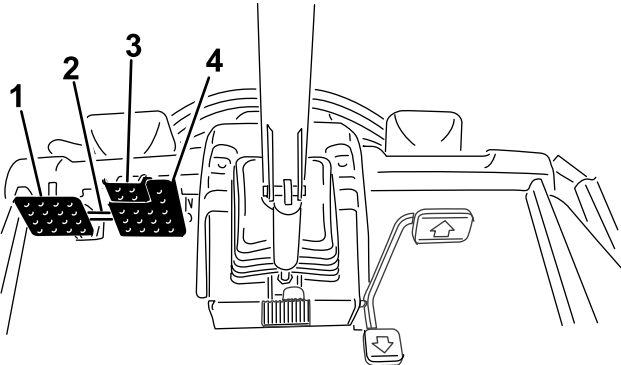

Bild 28
- Lösen Sie den Pedalsperrriegel (Bild 28).